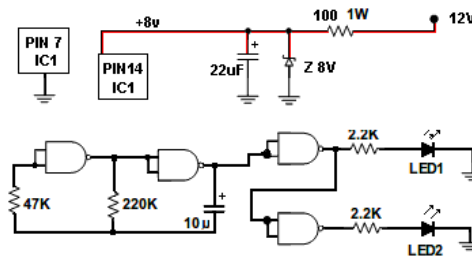

Figura 01. Circuito oscilador con compuertas lógicas.
**5.1 Oscilador con compuertas lógicas.-** Simular el circuito de la figura 01 en Proteus, armar el circuito en protoboard, y comprobar que el circuito produce una oscilación que enciende a los led de manera alternada. Explicar el funcionamiento.